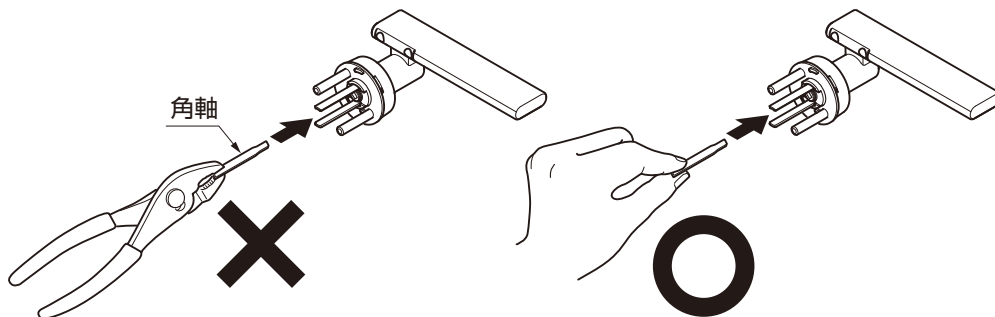

図2-5
- 勝手交換時に組換えを行う角軸について、角軸を差込む場合は必ず手で差込んでください。ハンマー、ペンチなどの工具でたたき込まないでください。シリンダー部が破損して抜けてしまうおそれがあります。(図2-5参照)